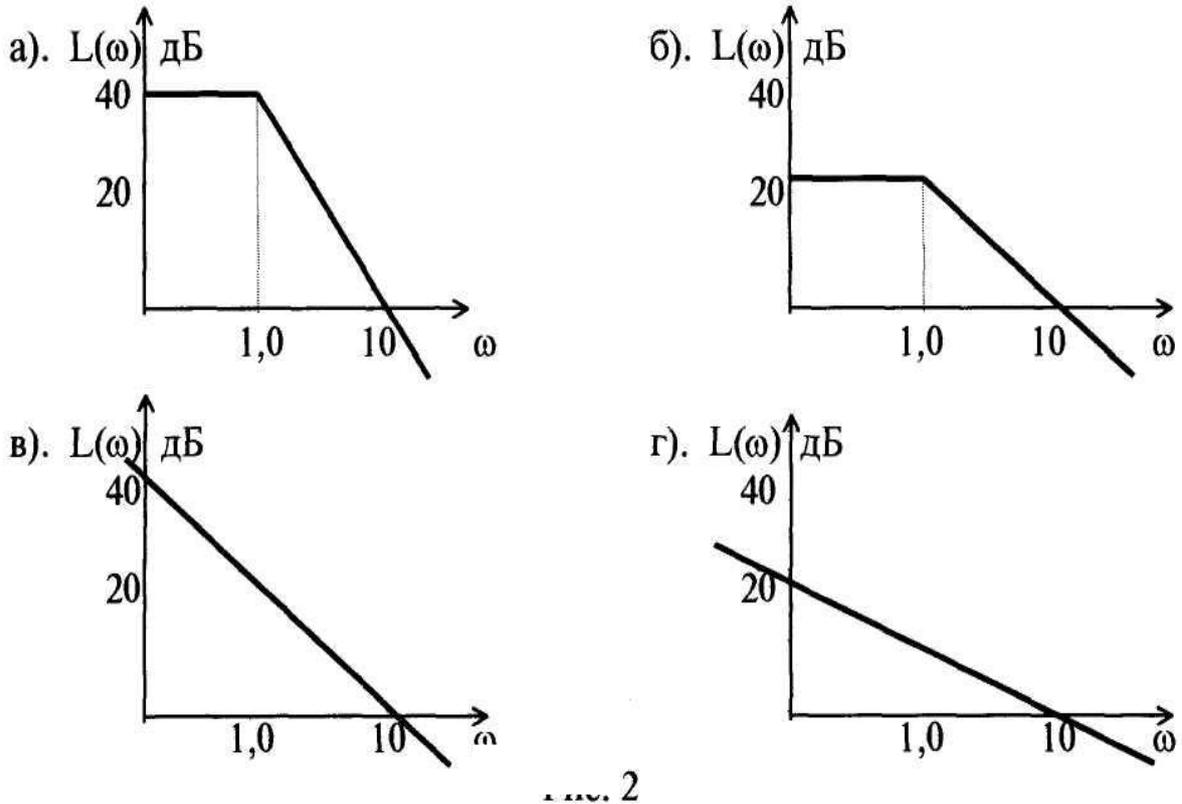

Рис.3.
4. Укажите логарифмическую амплитудно-частотную характеристику, построенную по передаточной функции  $W(s) = \frac{100}{s^2 + 5\xi s + 1}$  (рис. 3):